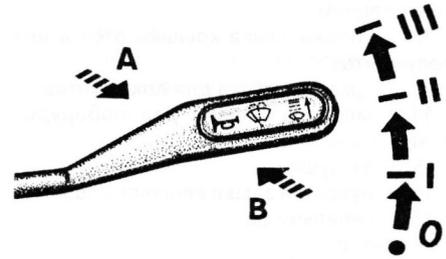

Рис. 1.10. Положения рычага переключателя очистителя и омывателя стекла (со звуковым сигналом)
** На части автомобилей звуковой сигнал включается переключателем очистителя и омывателя стекла (рис. 1.10).
Положения рычага (рис. 1.10) (со звуковым сигналом):
Если в переключателе не установлен выключатель звукового сигнала, то перемещением рычага на себя (в направлении стрелки на рис. 1.10) из положения «0» кратковременно включаются омыватель и очиститель стекла.
Если в переключателе установлен выключатель звукового сигнала (см. рис. 1.10), то для кратковременного включения омывателя и очистителя стекла необходимо перевести